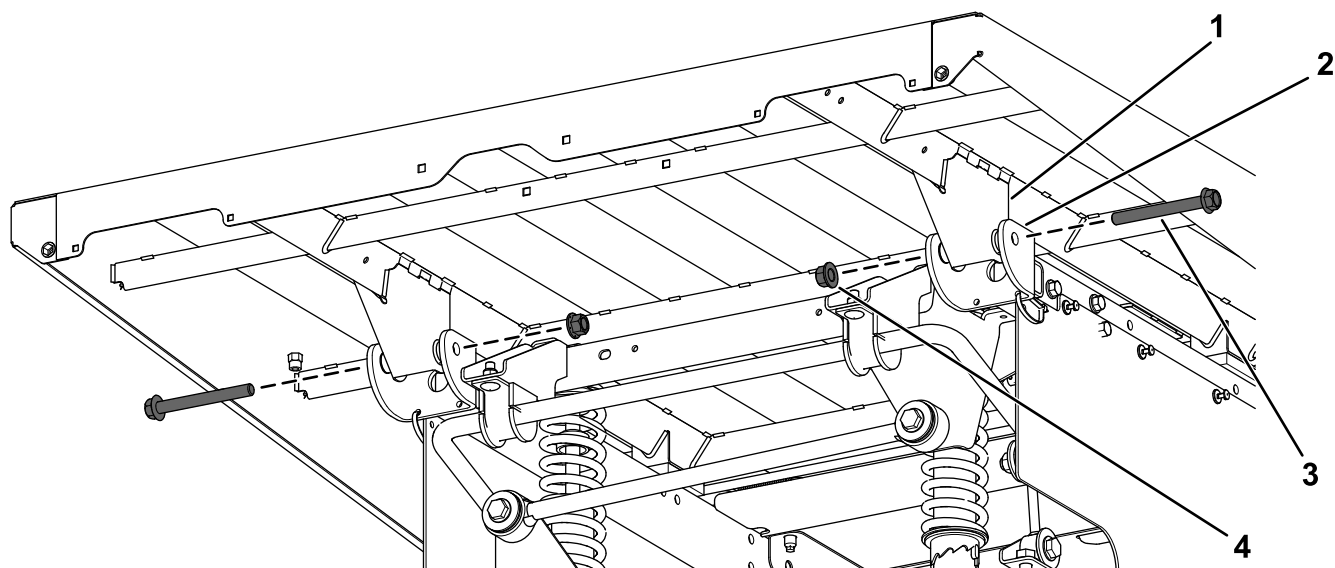

Figure 8
2. Abaissez le plateau avec précaution jusqu'à ce que les trous dans les supports de pivot soient en face des trous de fixation des supports du plateau (Figure 8).
3. Fixez le plateau sur les supports de pivot à l'aide des 2 boulons à embase ($\frac{1}{2}$ x $4\frac{1}{2}$ po) et 2 contre-écrous ($\frac{1}{2}$ po), comme montré à la Figure 8.